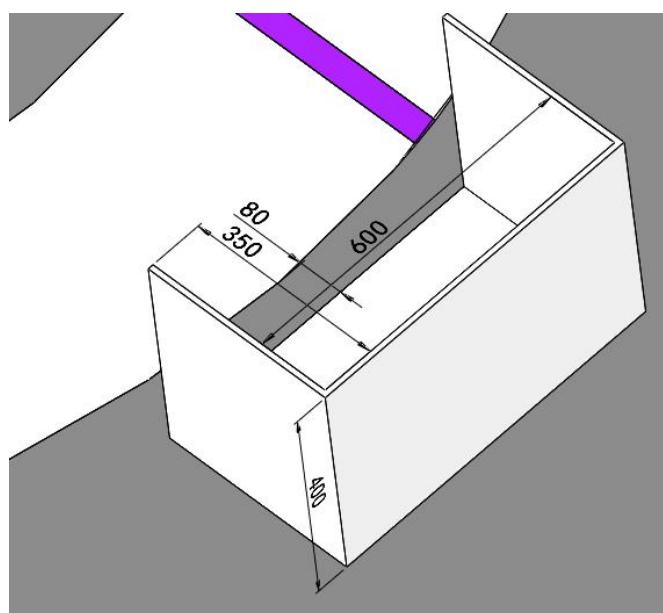

图 9 住户 1 标识尺寸（单位：mm）
2. 住户标识：分岔路两侧分别设置了住户，赛道上设置了紫色和棕色的标识色带。色带大小为 $500\text{mm} \times 50\text{mm}$ ，与住户最前端的立板平齐。如图 9、10 所示。